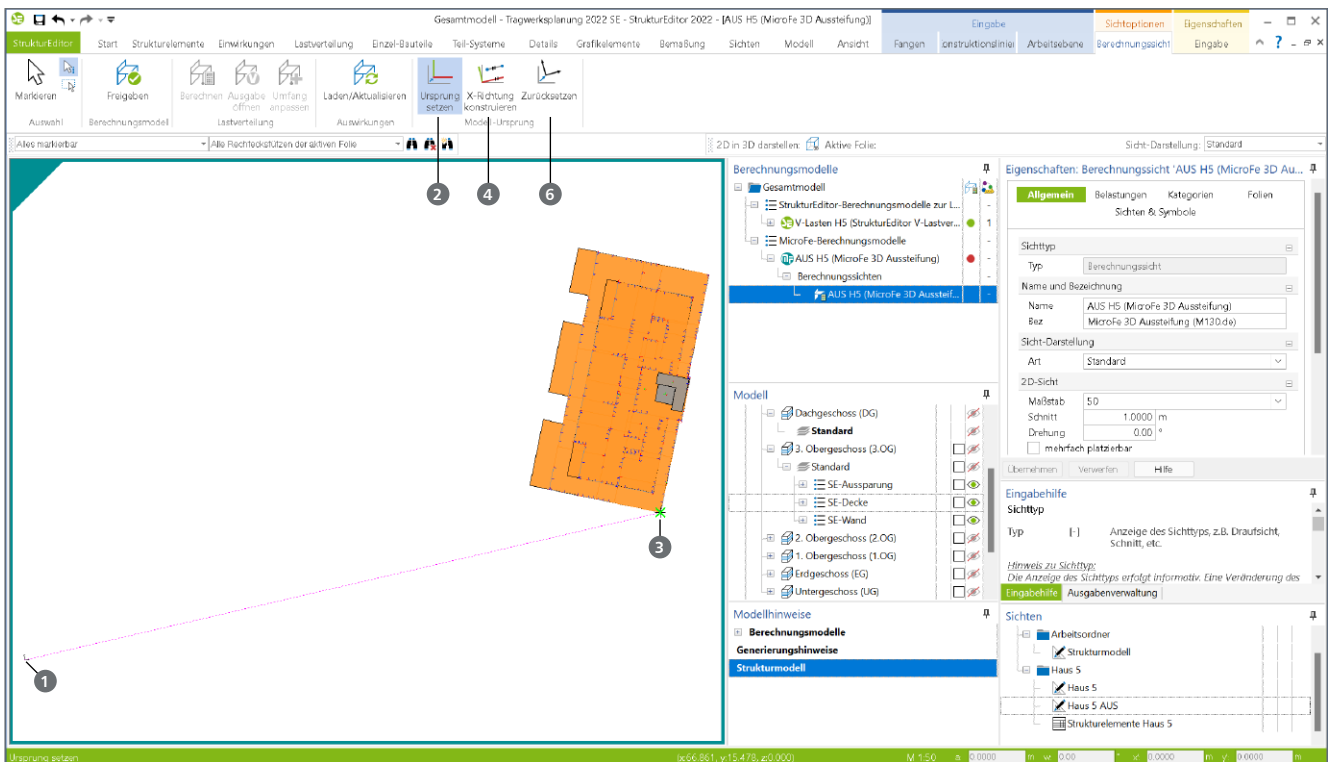

Bild 2. Berechnungssicht einer Lastübergabe mit Darstellung der lastbringenden Strukturelemente
Über das Fenster „Berechnungsmodelle“ wird die Liste der vorhandenen Berechnungsmodelle verwaltet. In Bild 2 wird eine Berechnungssicht mit dem Berechnungsmodell für eine Aussteifungsberechnung in MicroFe (M130.de) angezeigt. Die gewählte Zoomstufe zeigt die aktuelle Lage und Ausrichtung zum Modell-Ursprung des Berechnungsmodells ①. Diese ist nach der Erstellung des Berechnungsmodells deckungsgleich mit dem globalen Modell-Ursprung des Strukturmodells.